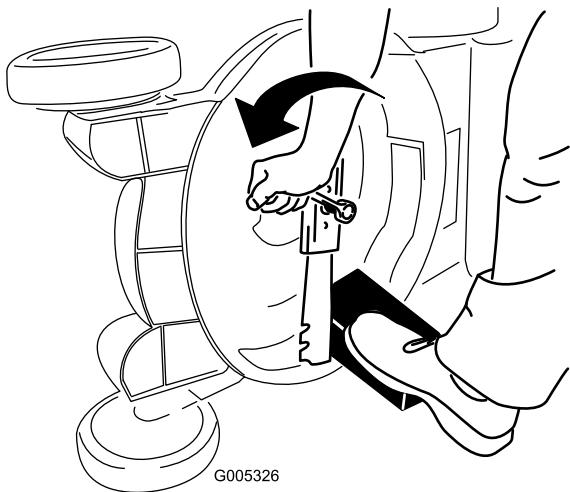

Bild 48
3. Stabilisieren Sie das Messer mit einem Holzblock (Bild 48).